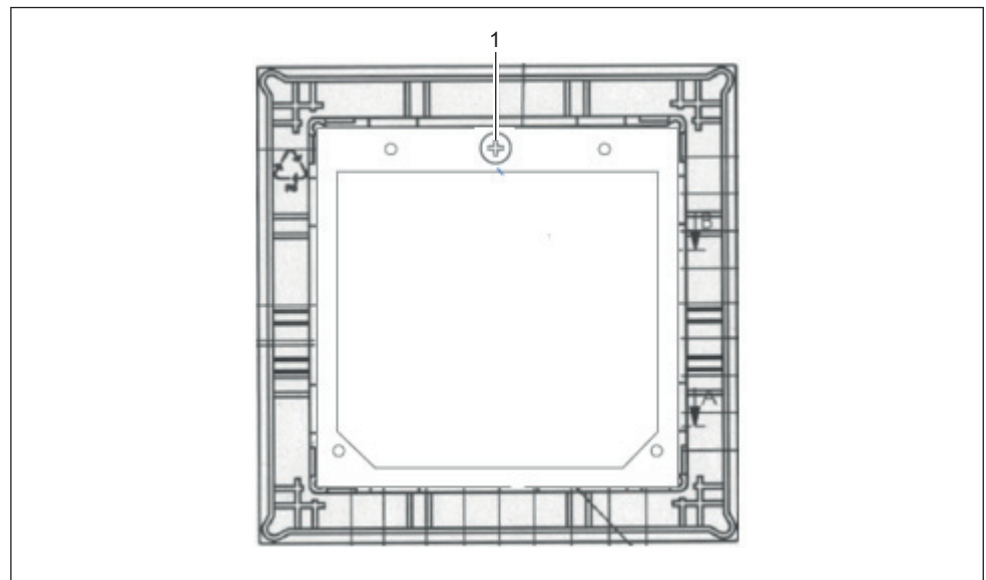

Fig. 18: État de livraison du module factice Siedle (non compris dans la livraison)
1. Desserrer la tôle de serrage (Fig. 18/1) et retirer du module factice (non compris dans la livraison).